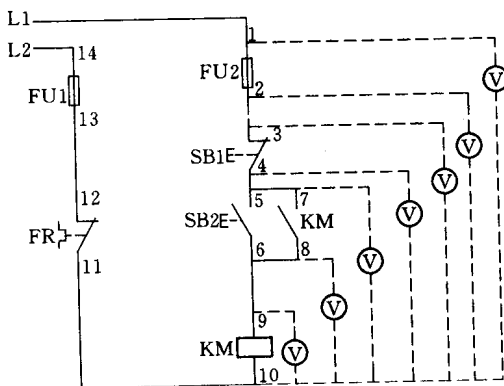

图 0-3 分段分阶测量法检查控制电路故障
2) 控制电路的分段分阶测量法。控制电路的分段分阶测量法如图 0-3 所示。